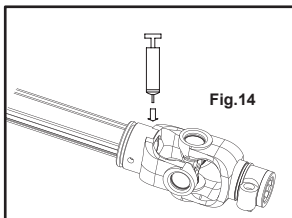
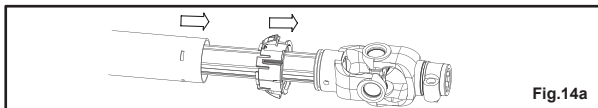
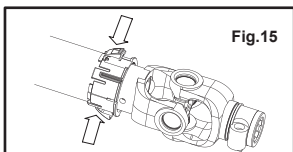

Fig.14
Fig.14a
Fig.15
MONTAGGIO DELLA PROTEZIONE: 1) Infilate la cuffia sulla protezione come indicato nella Fig. 13.2) Ingrassate la sede di alloggiamento della ghiera sulla ganascia interna dell'albero di trasmissione (Fig. 14).3) Inserite la ghiera nell'apposita sede sulla ganascia interna dell'albero e contemporaneamente fate combaciare inserendoli i quattro denti della ghiera con le quattro asole praticate sul tubo in plastica della protezione. (Fig. 14a e Fig. 15).4) Fate scorrere la cuffia avendo cura di far combaciare il foro per l'ingrassaggio con l'apposito foro presente sul tubo in plastica, e con una leggera pressione introducete le due alette della ghiera nelle due asole della cuffia.5) Assicurarvi che l'insieme sia bloccato in modo corretto.6) Ripetete le medesime operazioni per l'altra metà della protezione.
MONTAGE DE LA PROTECTION: 1) Enfiler le bol sur le tube du protecteur de la manière indiquée sur la figure Fig.13.2) Graisser le siège du logement de la bague sur la mâchoire interne de l'arbre de transmission (Fig.14).3) Insérer la bague dans son logement sur la mâchoire interne de l'arbre et en même temps faire coïncider et insérer les 4 ergots de la bague avec les 4 orifices situés sur le tube plastique du protecteur (Fig.14a et Fig.15).4) Faire coulisser le bol en veillant à faire coïncider l'orifice destiné à la lubrification avec l'orifice situé sur le tube en plastique et par une légère pression introduire les 2 ailettes de la bague dans les 2 orifices du bol.5) S'assurer que les l'ensemble est bien verrouiller.6) Répéter les mêmes opérations pour l'autre demi-protecteur.
- 2) Grease the seat of the ring nut on the inner jaw of the cardan shaft (Fig. 14).
- 3) Insert the ring nut in its seat on the inner jaw of the shaft and simultaneously align the ring nut's four teeth with the four holes in the plastic pipe (Fig. 14a and Fig. 15).
- 2) Den an der Innenbacke der Antriebswelle befindlichen Sitz der Nutmutter schmieren (Abb. 14).
- 3) Die Nutmutter in ihren Sitz an der Innenbacke der Welle einsetzen und gleichzeitig die vier Zähne der Nutmutter mit den vier Löchern im Kunststoffschutzrohr in Übereinstimmung bringen (Abb. 14a und Abb. 15).
MONTEWANIE OSŁONY: 1) Umieścić osłonę przegubu na osłonie rury, jak pokazano na rysunku 13.2) Nasmaruj miejsce zacisku szczęki osłony wału kardana (rys. 14).3) Zgodnie z rysunkiem 14 zapnij nakrętkę i zatrzasknij jej zęby w czterech otworach do tego przygotowanych (rys. 14a i 15).4) Prawidłowe zamontowanie zasygnalizuje charakterystyczne „kliknięcie” co będzie oznaczało, że zęby weszły w otwory.5) Upewnij się, że cała osłona jest prawidłowo zablokowana.6) Powtórz te same czynności na drugiej stronie wału.
- 2) Engrasar la sede de alojamiento de la abrazadera en la tenaza interna del árbol de transmisión (Fig.14).
- 3) Colocar la abrazadera en la sede de la tenaza interna del árbol y al mismo tiempo hacer coincidir los cuatro dientes de la abrazadera con las cuatro ranuras del tubo de plástico de la protección (Fig.14a y Fig.15).
- 2) Lubrifique com massa a sede de alojamento da virola na garra interna do eixo de transmissão (Fig. 14).
- 3) Introduza a virola na própria sede na garra interna do eixo e, simultaneamente, faça coincidir os quatro dentes da virola com os quatro furos oblongos realizados no tubo de protecção de plástico, inserindo-os neles (Fig. 14a e Fig. 15).
- 2) Vet de plaats in waar de ring op de interne klem van de aandrijfas komt te zitten (Fig. 14).
- 3) Zet de ring op de speciale plaats op de interne klem van de as en laat tegelijkertijd de tanden van de ring samenvallen met de vier slobgaten in de kunststof buis van de bescherming. (Fig.14a en Fig.15).
- 2) Smør sædet til anbringelse af ringmøtrikken på kardanakslens indvendige bakke (fig. 14).
- 3) Anbring ringmøtrikken i det respektive sæde på den indvendige bakke og sørg samtidig for, at de fire tænder på ringmøtrikken flugter med de fire kærnhuller på afskærmningens plastrør (fig. 14a og 15).
- 2) Smörj sätet på kraftöverföringsaxelns inre gaffel där kopplingsmuttern ska placeras (fig. 14).
- 3) Montera kopplingsmuttern på kraftöverföringsaxelns inre gaffel och passa samtidigt in kopplingsmutterns fyra tänder i motsvarande hål på skyddsroret (fig. 14a och 15).
- 2) Smør setet til festeringen på kardangakselens interne gaffel (fig. 14).
- 3) Før festeringen inn i setet på kardangakselens interne gaffel. Pass samtidig på at de fire tennene til festeringen passer sammen med de fire hullene på plastrøret (fig. 14a og 15).